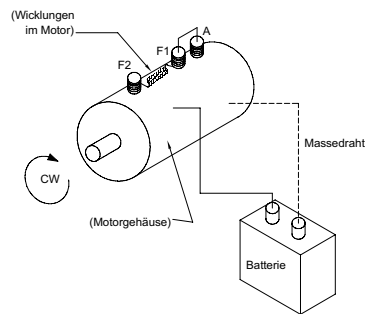

Abbildung 1
1. Ein Überbrückungskabel (mindestens AWG 6 - 13,3 mm² Querschnitt) zwischen F-1 und den Motorklemmen anschließen (siehe Abbildung 1).
2. Ein Kabel (mindestens AWG 6 - 13,3 mm² Querschnitt) zwischen dem Pluspol (+) der Batterie und der F-2 Motorklemmen anschließen. Das Minuspolekabel (-) mit Masse am Motorgehäuse verbinden (siehe Abbildung 1). Der Motor sollte nun laufen.